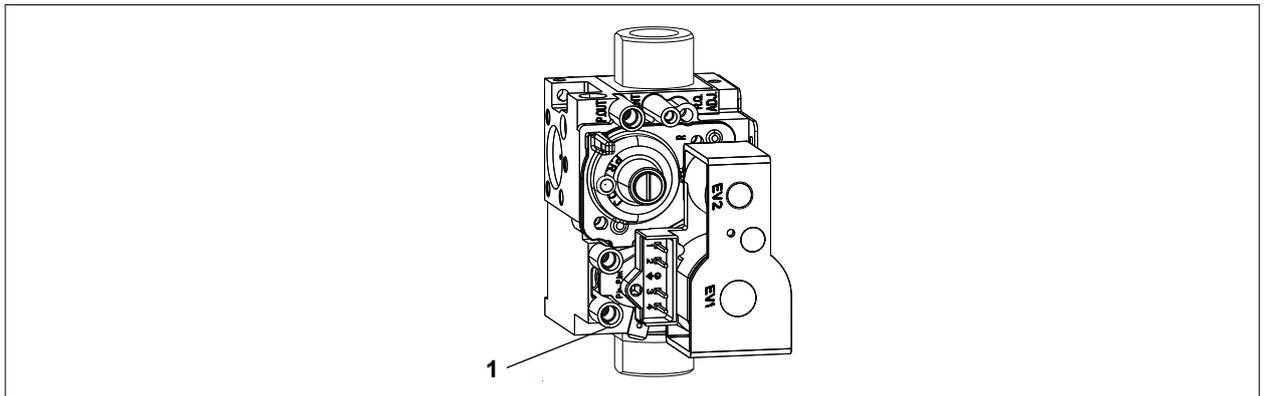

Рис. 6.1 Измерительный штуцер давления газа
- Ослабить резьбовую пробку на измерительном штуцере (1) (Рис. 6.1) и выпустить воздух из газовой линии.
- - Подключить дифференциальный манометр или манометр с U-образной трубкой к измерительному штуцеру (1), выводу «+». Выход «-» должен использоваться для атмосферы.